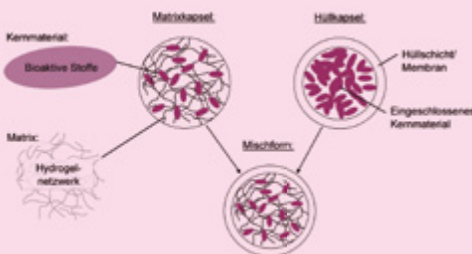
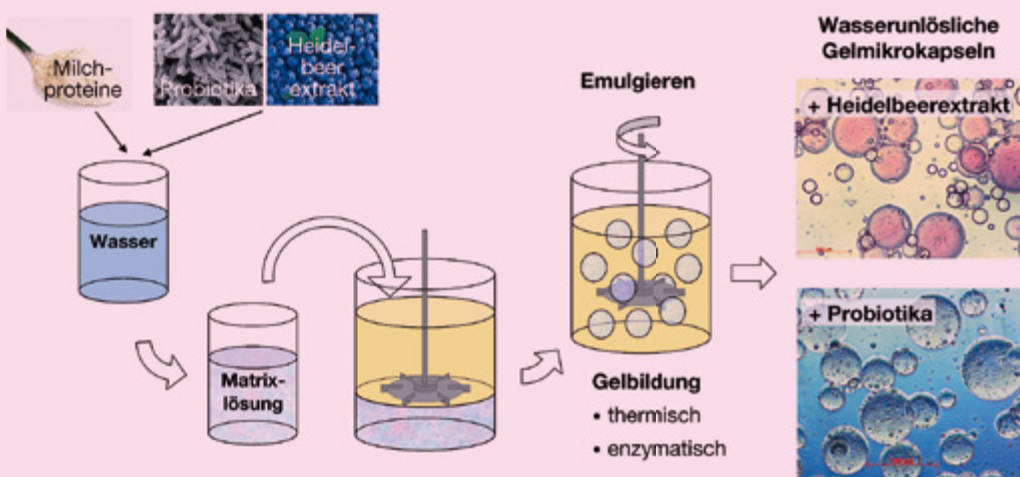

Abb. 1 Einteilung der Milchproteine
Abb. 2 Mikroverkapselung von Heidelbeerextrakt und Probiotika mittels Emulsionsverfahren
Abb. 2 Bei *Streptomyces erythreus* führt die Biosynthese zu dem in den Positionen C-10 und C-12 funktionalisierten Erythromycin A (blau). Der Austausch der beiden AT-Einheiten gegen mAT (gelb) in Modul 1 bzw. 2 führt CH_2 -Gruppen in diesen Positionen ein.
Aufbau von Polyketiden beteiligten Enzyme (z.B. J. Staunton, K. Weissman, Nat. Prod. Rep. 2000, 18, 380–416; Abb. 1).
Die Biogenese erfolgt im ersten Schritt durch den Aufbau einer linearen Polyketidkette an Multienzymkomplexen (Polyketid-Synthasen des Typs I; PKS). Diese bestehen aus einer unterschiedlichen Anzahl von Proteinketten, welche iterativ aus einzelnen Modulen aufgebaut sind und über verschiedene funktionelle Einheiten (Domänen) verfügen (Abb. 1). Jedes Modul katalysiert die Kettenverlängerung um eine Einheit und enthält mindestens drei Domänen, nämlich eine Ketosynthase (KS), eine Acyltransferase (AT) und ein Acyl-Carrier-Protein (ACP). Als optional vorkommende reduktive Einheiten findet man Ketoreduktase (KR)-, Dehydratase (DH)- und Enoylreduktase (ER)-Domänen. Der bei dieser Kopf-Schwanz-Verknüpfung entstehende β -Ketoester kann von den variabel zwischen AT und ACP positionierten Domänen reduziert oder ohne Modifikation an das nächste Modul weitergereicht werden. Dieses Prinzip der Reduktion bis zu gesättigten Einheiten wird analog auch bei der Biosynthese von Fettsäuren besprochen.
Neben einem Eingriff in die post-PKS-Modifizierungsschritte bietet der PKS I-Multienzymkomplex die Möglichkeit, direkten Einfluss auf die Biosynthese von Polyketiden zu nehmen, denn durch den gezielten Austausch der für die einzelnen Proteindomänen codierenden Gensequenzen können Strukturelemente variiert werden. Die Biosynthese von Erythromycin A ist gut untersucht (Abb. 2). Dort führt der gezielte Austausch von Methylmalonyl-gegen Malonyl-spezifische (mAT) AT-Domänen zur Bildung der Erythromycinderivate 6 und 7 (J. Staunton *et al.*, Chem. Biol. 1996, 3, 833–839; X. Ruan *et al.*; J. Bacteriol. 1997; 179, 6416–6425).
Milchproteine lassen sich in Form von zwei Hauptfraktionen einsetzen: den Caseinen und Molkenproteinen (Abb. 1). Die Milchproteinfraktionen weisen eine Vielzahl technologisch interessanter und nützlicher Eigenschaften auf. So ist es möglich, sowohl
Im Emulsionsverfahren wird eine wässrige Matrixlösung aus Milchproteinen und Kernmaterial (und im Falle der enzymatischen Gelbildung dem jeweiligen Enzym) in Pflanzenöl emulgiert. Es entsteht eine Wasser-in-Öl-Emulsion. Die in der Ölphase fein verteilten Matrixlösungsströpfchen werden nun durch Induktion der Gelbildung in den festen Gelzustand überführt. Durch Zentrifugation können die gebildeten Gelkügelchen aus der Ölphase abgetrennt werden. Abb. 2 zeigt schematisch die Prozessschritte des Emulsionsverfahrens. Die Größe der Mikrokapselfabrikation spielt eine wichtige Rolle. Einerseits sollen sie beim Verzehr nicht wahrgenommen werden, also möglichst klein sein. Andererseits verbessert sich die Schutz- und Stabilisierungswirkung im Allgemeinen mit größeren Kapseldurchmessern. So muss je nach Einsatzbereich die optimale Kapselgröße ermittelt werden. Mittels Emulsionsverfahren
Die Güte der Reinigung eines kommerziellen Peptids wurde auf drei Silikagelen, ZEOsphere 100 C18 15µm und zwei analogen (d.h. gleiche Derivatisierung, gleiche Poren- und Partikelgrösse) Materialien untersucht. Es galten die gleichen Prozessbedingungen bei den drei Materialien und es wurde ein reines Peptid eingesetzt. Alle Versuche wurden auf einer Agilent 1100 Series HPLC-Anlage durchgeführt. Wie man in Abb. 1 sehen kann, werden auf den drei Materialien stark unterschiedliche Retentionszeiten für das Peptid erhalten.
Abb. 1 Das reine Peptid wurde auf drei Trennsäulen (250 x 4.6 mm) injiziert. Die Säulen wurden mit ZEOsphere 100 C18 15 µm und mit zwei analogen Silikagel-Materialien gefüllt. Der gleiche Gradient (3.83g/L/min Acetonitril) wurde für alle drei Säulen benutzt. Die Flussrate betrug 1 mL/min. Die mobile Phase bestand aus einer Acetonitril/120 mM H₃PO₄/NaH₂PO₄ (pH 2.2) Mischung.
Die Trennung der rohen Peptidmischung wurde mit den angepassten Gradienten auf den 3 stationären Phasen untersucht. Wie in Abb. 2 zu erkennen ist, zeigen jetzt die drei Säulen die gleiche Retentionszeit für die Hauptkomponente und ungefähr auch die gleiche Trennleistung.
Abb. 2 Die verunreinigte Peptid-Mischung wurde mit den angepassten Gradienten* auf den drei Materialien getrennt. Die Zusammensetzung der mobilen Phase und die Flussrate sind gleich wie im Bild 1.*: ZEOsphere: 3.80 g/L/min; Silikagel 1: 3.71 g/L/min und Silikagel 2: 4.08 g/L/min Acetonitril.